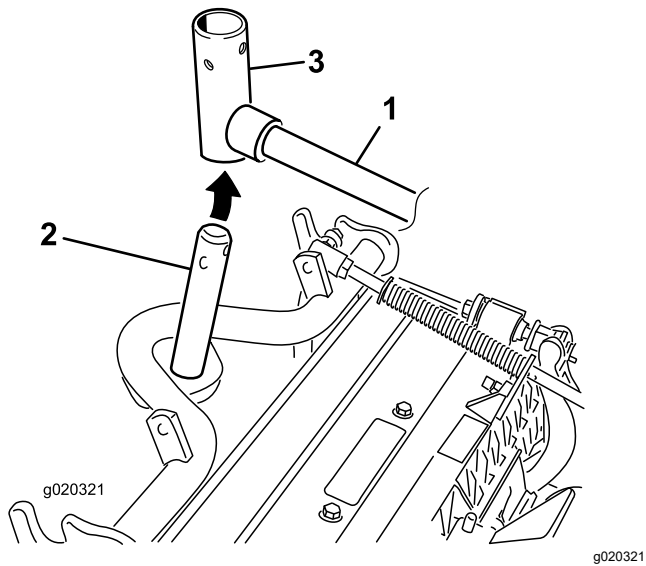

图 10
9. 对于前滚刀组在将承载架轴向上插入提升臂轴轭的同时把滚刀组滑到提升臂下方 (图 10)。
- B. 将提升臂轭插入承载架轴的上方 (图 10)。